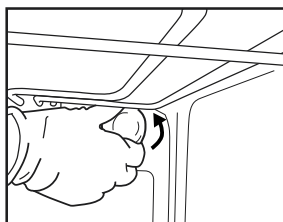
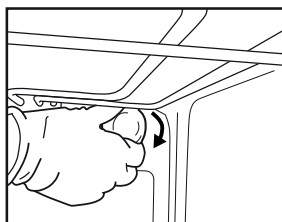

Рис. 6
Рис. 7
2. Открутите плафон (рис. 6), замените лампу (тип лампы указан в примечании) и установите плафон в исходное положение (рис. 7).